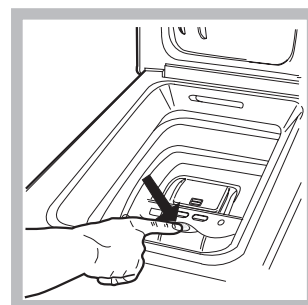

Fig. 2
B) Ouverture douce du tambour (Fig. 2):